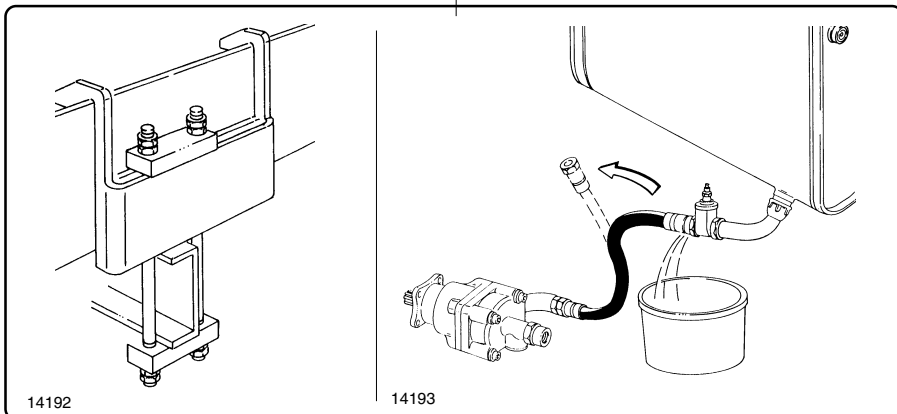

fig. 8.5.8
8.5.9 - Serraggio dei tiranti di ancoraggio (fig. 8.5.8)
8.5.9 - Tightness of the tie-rods holding down the crane (fig. 8.5.8)
8.5.10 - Spurgo dell'impianto idraulico (fig. 8.5.8)
8.5.10 - Bleeding the hydraulic system (fig. 8.5.8)